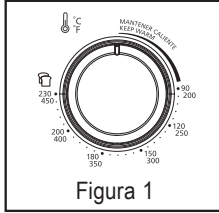

Figura 1
- 2. Perilla de control de temperatura** - Ajusta el termostato a la temperatura deseada. (Ver la Figura 1)